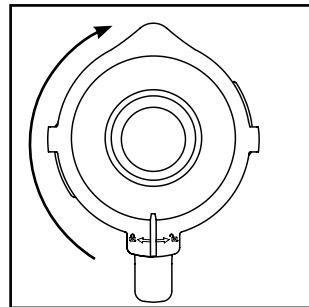

Fig. 2
4) Appuyez à nouveau fermement le couvercle ② sur le bol mixeur ③ de manière décalée. Refermez le couvercle ② en le tournant dans le sens horaire jusqu'à ce qu'il encrante audiblement en position  (voir fig. 2). Veillez à ce que le bec verseur du bol mixeur ③ soit fermé. Le moteur ne peut démarrer que si le couvercle ② est posé de manière alignée.